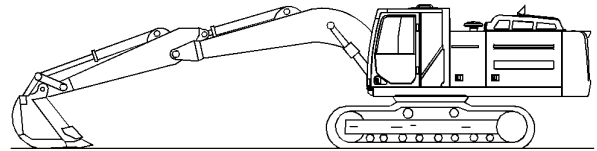

Рисунок 1
2. Полностью втяните шток гидроцилиндра рукояти. Отрегулируйте положение рычажного механизма таким образом, чтобы навесное оборудование находилось параллельно земле. Опустите стрелу до тех пор, пока навесное оборудование не окажется на земле. См. рис. 1.